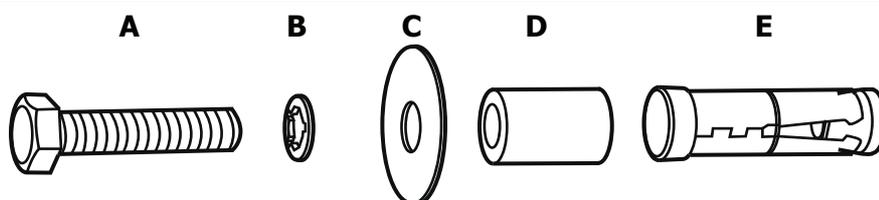

Figure 1
**ETAPE 2** – Assemblez les différentes composantes de la fixation de type 1 (figure 1) comme illustré ci-dessus.